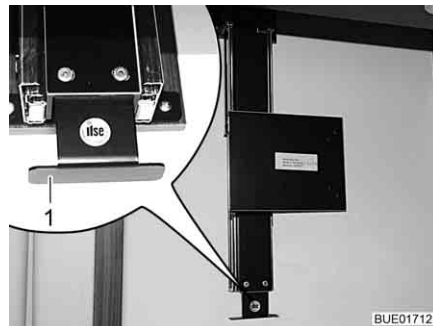

Fig. 67 Fissaggio dietro al pensile
- Tirare verso il basso la base estraibile prendendola dall'impugnatura (Fig. 67,1) fino all'arresto.